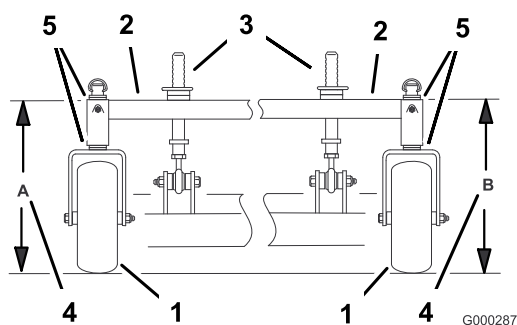

Figura 58
- Misurate l'altezza del telaio portante al punto **A** (Figura 58).
- Misurate l'altezza del telaio portante al punto **B** (Figura 58).